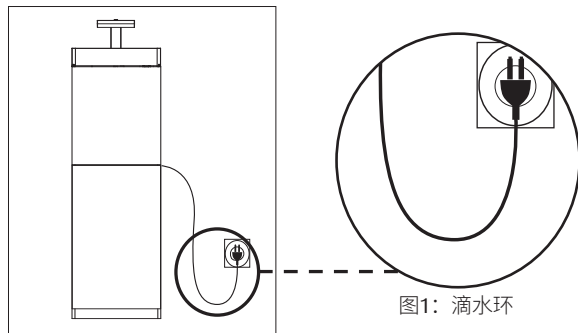

图1：滴水环
- 避免装置插头或插座进水，竖立放置水族箱并使水族箱紧靠装有插座的墙壁一侧，以防止水滴落到插座或插头上。为把水族箱装置连接到插座上的电源线，用户应制作一个“滴水环”（如图1所示）。“滴水环”是插座或连接器下方的电源线部分。如有必要，使用延长线路，以避免水沿着电源线流入插座。如果插头或插座已进水，请勿拔除电源线。断开装置电源保险丝或电路，然后拔除设备并检查插座内是否进水。